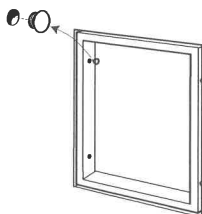

Fig 4:11
12. Efterdrag alla skruvar och täck infästningshålen i karmen med täckpluggarna, se fig. 4:11.